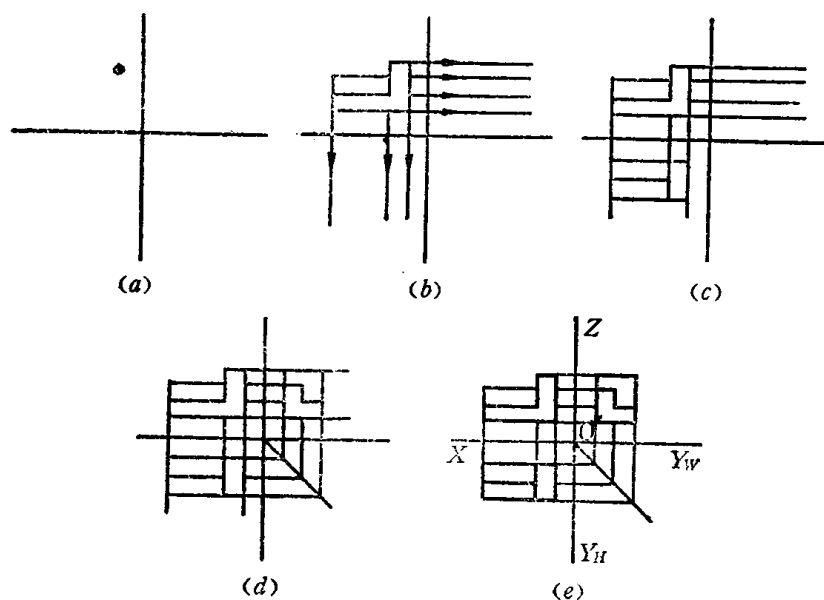

图 1-2 画三面正投影的步骤
(1) 先绘出水平和垂直两条十字相交线，表示出三个投影面展开后的位置及投影轴，如图1-2 (a)。
(2) 根据物体所取正面的长与高在 V 面上绘出正立投影图，再根据“三等”关系，以正立投影图的各部分长由各点位置向 H 面作铅垂线（长对正），以正立投影图的各部分高从各点位置向 W 面作水平线（高平齐），如图1-2 (b)。
(3) 根据物体各部分的宽度尺寸绘出水平投影图的各相应部分的宽度，即成水平投影图，如图1-2 (c)。
(4) 在十字相交线中心向右下方作 45° 角的辅助线，将水平投影图的各部分作水平线与 45° 斜线相交，然后从交点向上引铅垂线，把水平投影图中的宽度正确地反映到侧立投影图中，如图1-2 (d)。
(5) 最后，加深三个投影图的轮廓线，如图1-2 (e)。